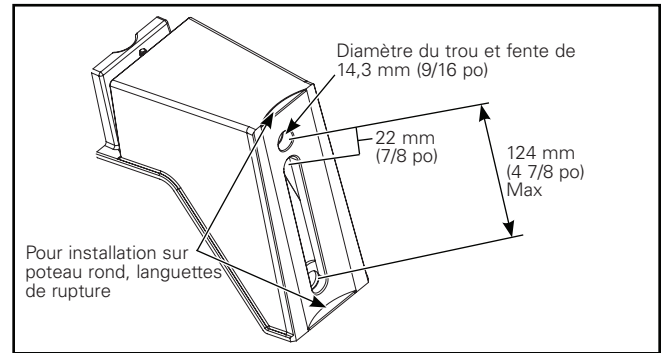

Figure 10.
- Le bras de montage sur est conçu pour un poteau carré ou rond. L'installation de poteau rond exigera que les languettes de rupture soient retirées. Utilisez des pinces pour retirer les languettes. (Figure 10.)